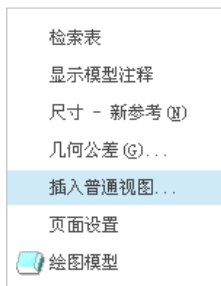

图 6.4.3 快捷菜单
Step3. 在绘图区中右击，系统弹出图 6.4.3 所示的快捷菜单，选择 **插入普通视图...** 命令。